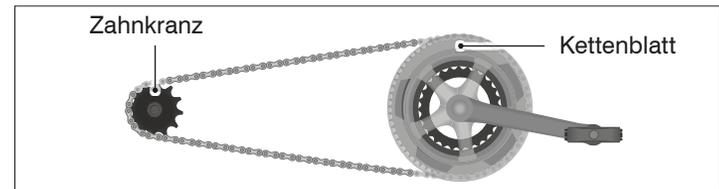
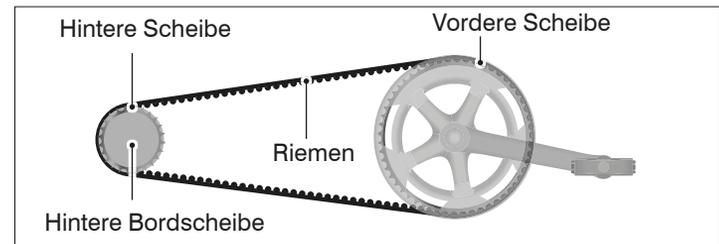

Abb.: H-16 Kettentrieb mit Zahnkranz und Kettenblatt.
Abb.: H-17 Komponenten eines Riementriebs.
- Prüfen Sie, ob Ihr Fahrrad mit einem Ketten- oder Riementrieb ausgestattet ist (siehe Abb.: H-16 und Abb.: H-17 bzw. Kapitel „Fahrradpass“).